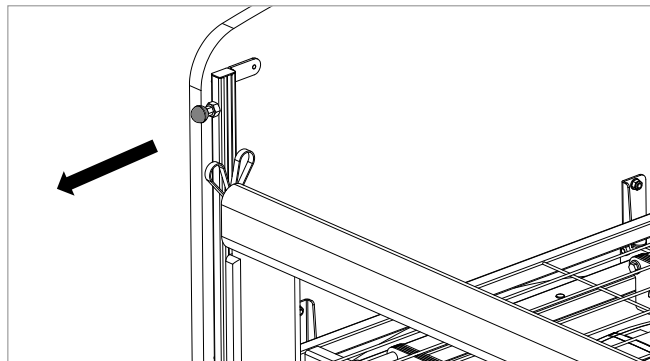

Figure 7.2
2. Fixez la barre supérieure en place à l'aide du piston de verrouillage. Rétractez le piston, relevez la barrière, puis relâchez le piston pour verrouiller la barrière en position relevée (voir Figure 7.2). Répétez les étapes 1 et 2 pour l'autre extrémité de la barrière.